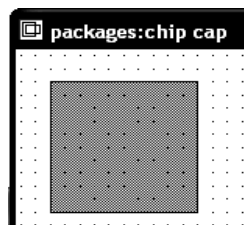

Рис. 4.23
- Введите значения **10** и **-10** в поля **dx** и **dy** соответственно и нажмите **OK**. Полученный рисунок показан на рис. 4.23.